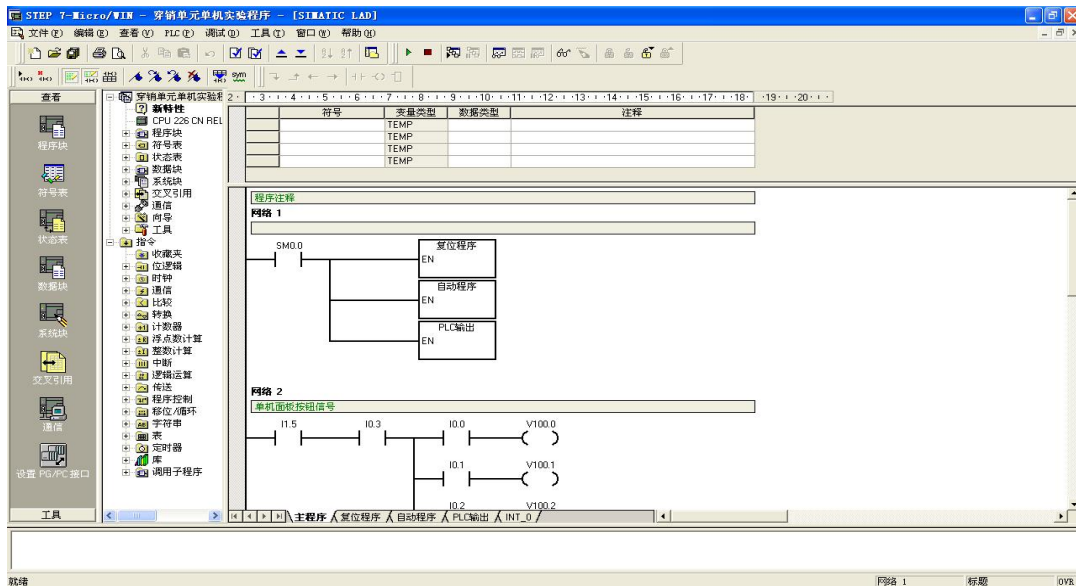

图 1-9-10 穿销单元单机实验程序
- 3、启动计算机，将西门子编程电缆（PPI）连接穿销单元的 PLC 和计算机，运行 STEP7-MicroWIN 软件，打开资料库的实验文件夹中“穿销单元单机实验程序.mwp”，出现如图 1-9-10 所示界面；